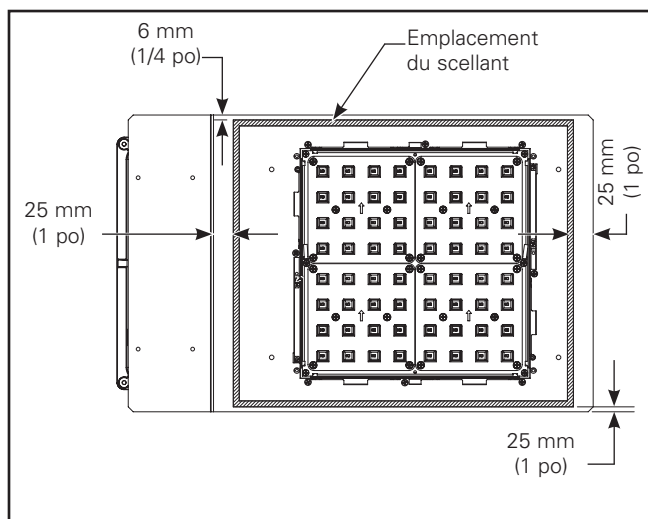

Figure 5.
12. Appliquez une perle de 6 mm (1/4 po) de scellant ou d'adhésif de qualité industrielle (non fourni) sur le périmètre de la plaque à cadre du luminaire, comme montré (Figure 5).